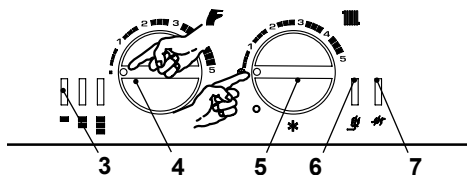
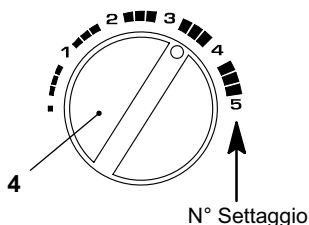
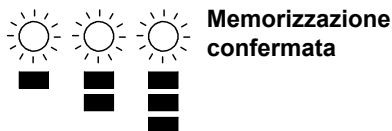

Figura 7.7
Figura 7.9
Figura 7.11
- Posizionare il selettore 5 come indicato in Figura 7.7; la lampada di segnalazione 3 lampeggia ad intermittenza circa ogni 2 secondi.
- Tenere premuto il pulsante di ripristino 6 in Figura 7.7 per circa 10 secondi, la lampada di blocco 7 in Figura 7.7 inizierà a lampeggiare.
- Per settare la pressione di accensione del bruciatore le spie di segnalazione 3 in Figura 7.7 devono essere visualizzate come in Figura 7.8 (leggenda spie a pag. 7)
- Se non si visualizza questa sequenza premere il pulsante di ripristino 6 in Figura 7.7 tante volte fino alla visualizzazione (4 volte).
Per visualizzare il settaggio impostato tenere premuto il pulsante di ripristino 6 in Figura 7.7 per circa 5 secondi. Le spie di segnalazione 3 in Figura 7.7 lampeggeranno un numero di volte pari al settaggio (Figura 7.9).
- Per cambiare il settaggio ruotare la manopola regolazione temperatura sanitari 4 in Figura 7.7 e posizionarla nella posizione prescelta Figura 7.9 vedi anche Figura 7.10 (nella figura es. manopola settata per posizione 3,5), la lampada di segnalazione blocco 7 in Figura 7.7 lampeggerà velocemente.
- Per memorizzare il settaggio premere il pulsante di ripristino 6 in Figura 7.7 per circa 5 secondi, le spie di segnalazione 3 in Figura 7.7 lampeggiano tutte quante simultaneamente come in Figura 7.11 (leggenda spie a pag. 7)